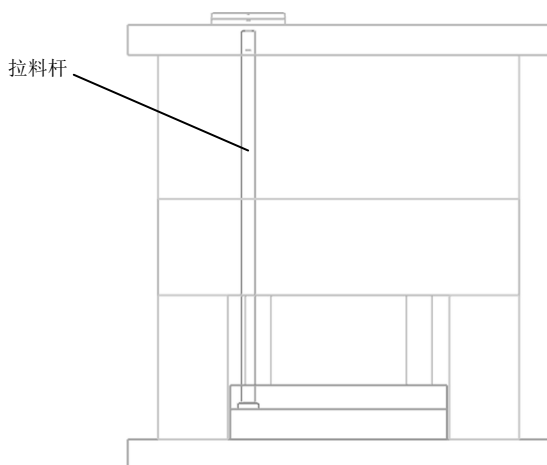

图 16-20 加载拉料杆
(2) 单击“应用”按钮，在【点】对话框中输入 (0, -80, 0)。
(3) 单击“确定”按钮，创建 1 条顶针（拉料杆），如图 16-20 所示。